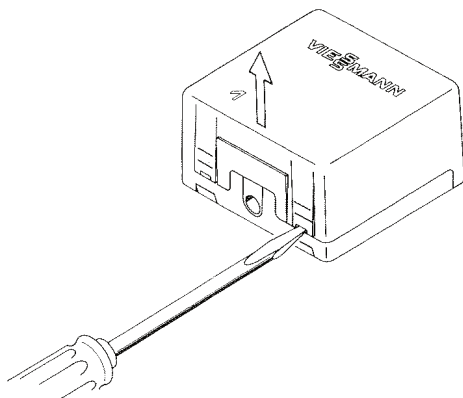

Abb. 2 Kappe entfernen
1. Die beiden Befestigungsklammern an der Unterseite des Gehäuses mit einem Schraubendreher aus der Arretierung hebeln und die Kappe nach oben wegnehmen (Abb. 2).